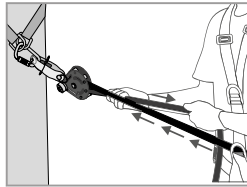
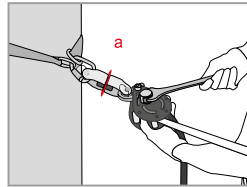

Fig 3
Fig 4
Une fois la ligne de vie installée, un pré-réglage de la tension doit être fait en tirant manuellement sur la corde (coté nœud d'extrémité —Fig. 3). Automatiquement la came (8) et le levier de came (4) doivent venir en contact avec le cordage. Rabattez le levier de came (4), puis, par l'intermédiaire d'une clé adaptée, appliquez la tension sur l'axe de réglage tension (1) jusqu'à ce que la rondelle témoin de tension (a) placée sur le témoin de tension (2) tourne librement (Fig. 4). Dès que celle-ci est libre de mouvement, NE PAS SERRER PLUS ! Cela correspond à une pré-tension sur la ligne de 0.5 kN environ. En utilisation, vérifiez régulièrement cette tension (rotation de la rondelle témoin de tension) et ajustez si nécessaire comme expliqué ci-dessus. ATTENTION ! Ne pas essayer de faire d'action de desserrage sur l'axe de réglage tension (1) avec la clé, la came (8) résiste à ce desserrage et résiste aux rotations dans le sens antihoraire. Une action importante de desserrage dans ce sens peut avoir des conséquences néfastes sur le fonctionnement du système et sur l'état de la corde.